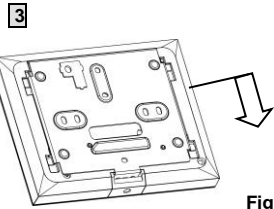

Fig.1
- Décrocher le clavier de l'étrier mural en le faisant glisser (Fig. 1).